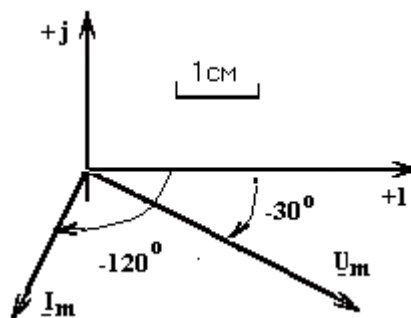

Рисунок 2.5
- 5.3. Векторы напряжения $\underline{U}_m$ и тока $\underline{I}_m$ строим на комплексной плоскости с учетом начальных фаз (рисунок 2.5).